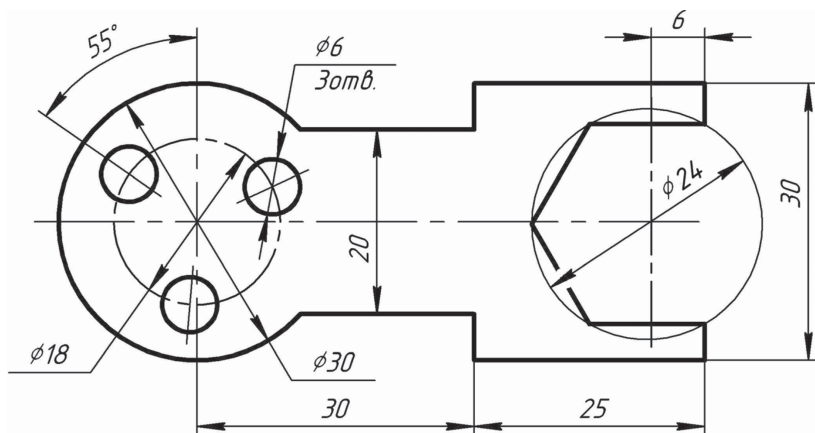
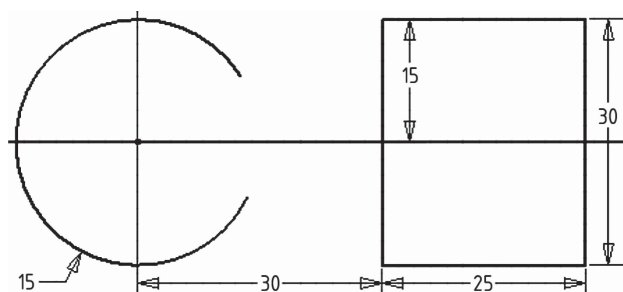

Рис. 1
Рис. 9
Задача: Построить *контур* по размерам, указанным на рис. 1, затем *контур* выдавить толщиной 5 мм.
Для контура на рис. 1 одной из возможных точек начала построения является центр дуги окружности диаметра 30 мм. Начнем построение контура с этой дуги, а ее центр расположим в точке с координатами (0, 0).
- Изменяем значения *размерных зависимостей* на требуемые (рис. 9), которые указаны на рис. 1.
Из чертежа контура (рис. 1) видно, что данные отрезки расположены вдоль оси X, параллельны и равны между собой, то есть уже известны геометрические зависимости, которые необходимо к ним применить: «Горизонтальность», «Параллельность» и «Равенство».